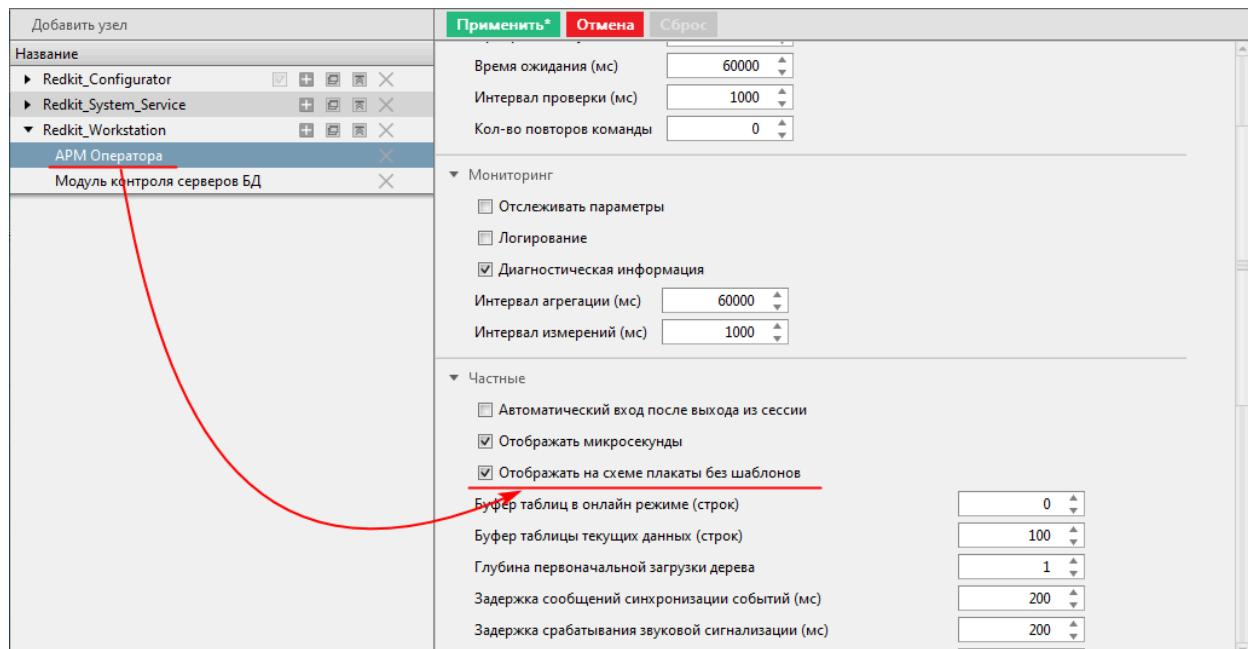

Рисунок 288 - Настройка в модуле «АРМ Оператора»
- На вкладке **Настройки узла** Redkit Configurator в узлах *Redkit\_Workstation* в модуле **АРМ Оператора** установите чекбокс у настройки **Отображать на схеме плакаты без шаблонов** и нажмите **Применить** (Рисунок 288).